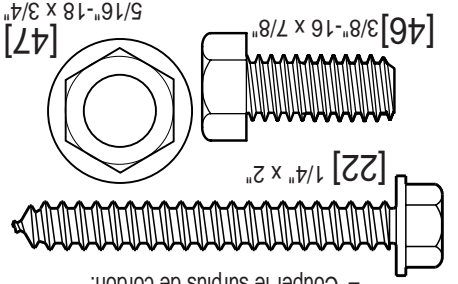

FIG. 2-8 Placer le montage. Position de montage.
- Positionner l'ensemble rail/tête motorisée (Fig. 2-8).
- Fixer la bride de rail au support de linteau à l'aide d'un écrou (47) (Fig. 2-8 Encart) NE SERRER QU'À LA MAIN.